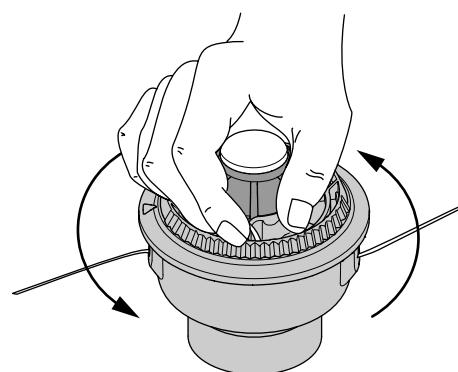

Fig. 45
- Sostenga la bobina exterior. Bobine el carrete interior en sentido antihorario hasta que queden alrededor de 102 mm (4 pulgadas) de línea (Fig. 45).